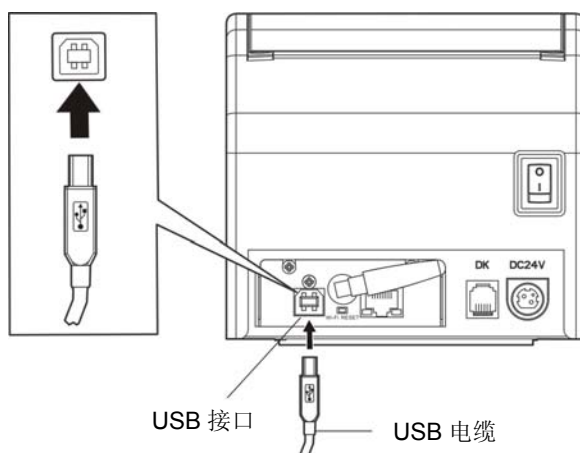

图 2-3 连接 USB 电缆
2. 将 USB 电缆的 B 端插头（方型）插进打印机的 USB 接口插座中（如图 2-3 所示）。